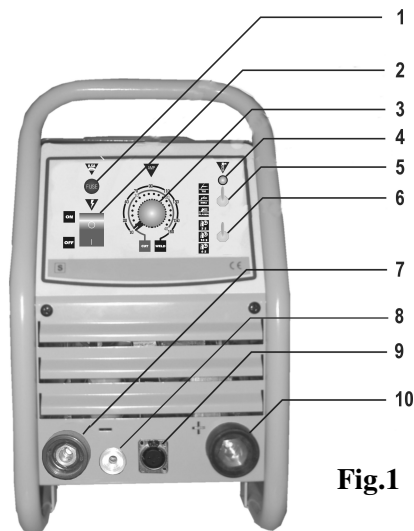
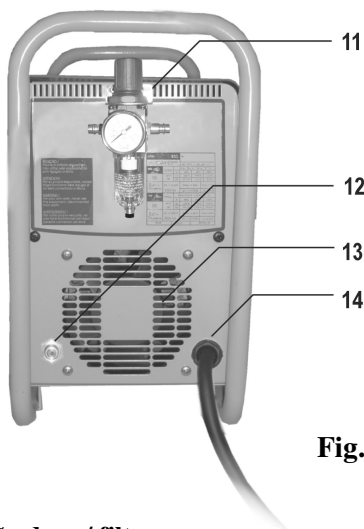

Fig.1
Fig.2
- Efectuar as ligações á rede e á terra tal como se indica no capítulo "Instalação". Ligar a fonte de ar comprimido ao bico localizado no painel traseiro da máquina (12-fig.2). De seguida, ligar o cabo de massa á tomada rápida + (positivo) (10-fig.1) e a tocha à tomada rápida - (negativo) (7-fig.1), á conexão de ar comprimido (8-fig.1) e á tomada fêmea 3 pinos (9-fig.1).
- Pôr em marcha o equipamento ligando o interruptor geral (2-fig.1).
No início, o indicador (4-fig.1) acende-se, e apaga imediatamente, se não existir nenhum defeito.
- Inserir o tubo de ar comprimido na conexão de ar comprimido (12 – fig.2) localizada no painel traseiro da máquina. Verificar se a pressão do ar comprimido é a correcta (ver tabela 1). Se a pressão do ar comprimido exigir ajustes, destravar o botão de regulação da válvula de regulação de pressão de ar/ filtro (11-fig.2), puxando-o para cima e girá-lo para obter a pressão correcta. No final da operação, empurrar o botão para baixo para travar a válvula de regulação de pressão de ar/ filtro.